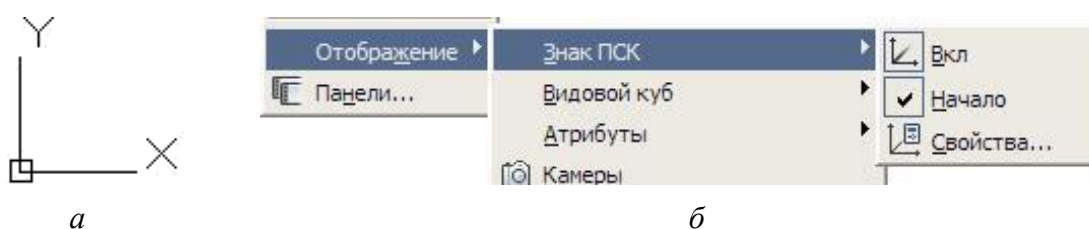

Рис. 1.20. Использование **МСК**:
Значения координат точек всегда связаны с некоторой системой координат. По умолчанию в **AutoCAD** используется так называемая мировая система координат (**МСК**) (**World Coordinate System – WCS**). На рис. 1.20 показана пиктограмма мировой системы координат. Ось *X* направлена слева направо, ось *Y* – снизу вверх, а ось *Z* – перпендикулярна экрану. Кроме мировой системы координат, в **AutoCAD** предусмотрено использование пользовательских систем координат (**ПСК**). Для удобства работы рекомендуется задавать режим, при котором пиктограмма осей, центр её квадратика, размещается в начале координат. Для этого необходимо выполнить настройку с использованием главного меню:
**Вид (View) → Отображение (Display) → Знак ПСК (Ucs Icon) → Начало (Origin)** (рис. 1.20, б). Если данный режим не задан, пиктограмма всегда располагается в левом нижнем углу экрана.